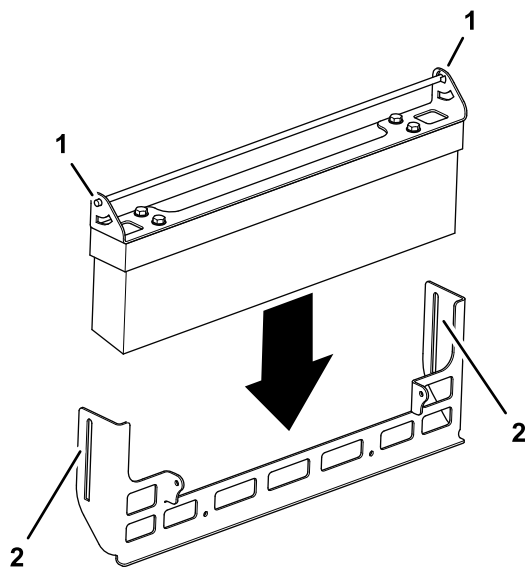

Figure 2
1. Montez la brosse et le support de réglage sur le support de montage, comme montré à la Figure 2.